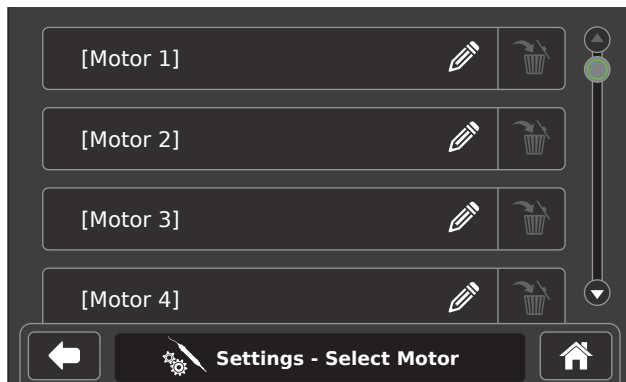

Figure 14 – Écran Sélectionner moteur
2. Dans la liste, appuyer sur le moteur à modifier (Figure 14).